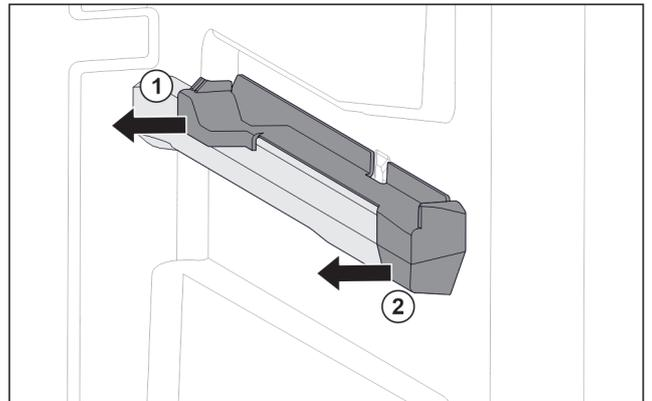

Fig. 122 Natični dio na desnom žlijebu spremnika
- ▶ Skinite natični dio straga u stranu. Fig. 122 (1)
- ▶ Skinite natični dio sprijeda u stranu. Fig. 122 (2)